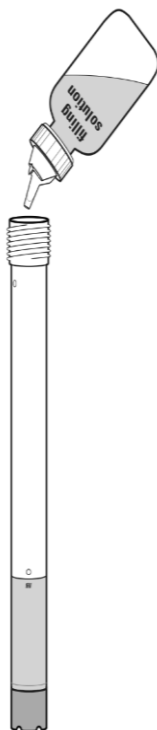

Figura 17
- Llene el cuerpo exterior pre ensamblado con la solución de llenado del electrodo hasta la línea. Vea la Figura 17.